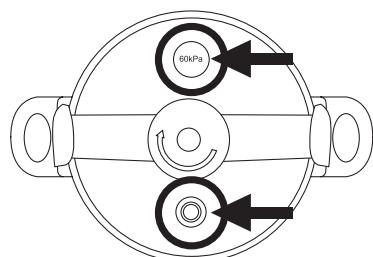

Fig. 4
- También se puede crear una descompresión de la olla al extender la válvula controladora de presión tirando en el sentido que indica la flecha (Fig. 4)